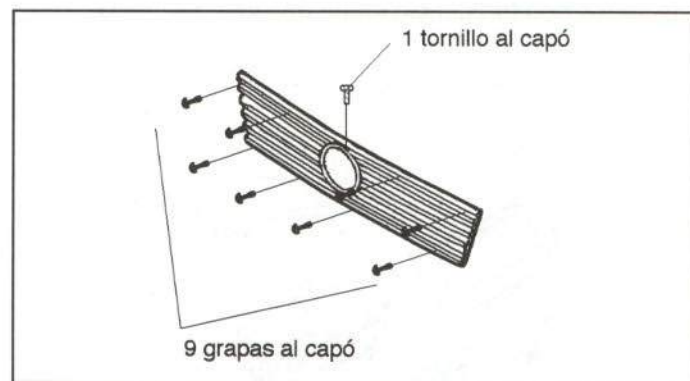

Figura 17.- Fijación de la rejilla frontal
La rejilla frontal va fijada mediante grapas y tornillos al capó delantero, tal como se muestra en la figura 17.
- Rejilla frontal (figura 17).